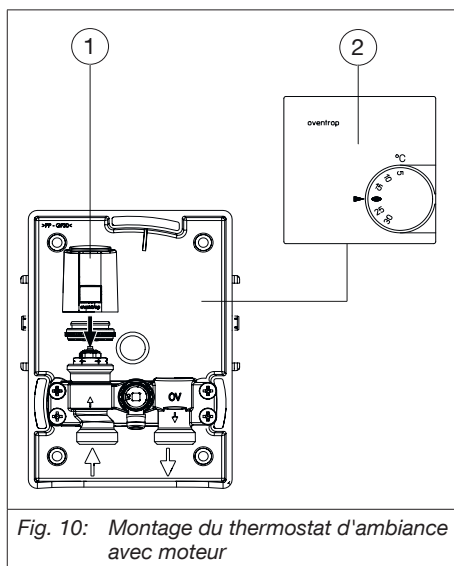

Fig. 10: Montage du thermostat d'ambiance avec moteur
3. Visser le moteur (voir Fig. 10 en page 40 (1)) sur le robinet. Faire passer le câble à travers le trou dans le boîtier encastrable (voir 6.1 en page 37).